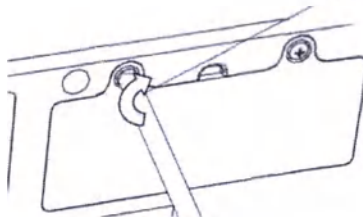
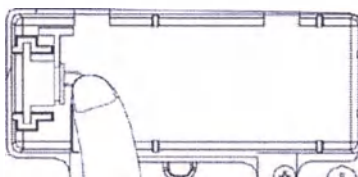

Рисунок 11.4.1 – Фиксация и демонтаж винта крышки батарейного отсека
Рисунок 11.4.3 – «Горячая замена» соединителя аккумулятора
Снимите крышку батарейного отсека, см. рис.11.4.1-11.4.2, затем подсоедините аккумулятор с помощью соединительного провода см. рисунок 11.4.3. Установите аккумуляторную батарею, и соединительный провод аккумулятора в батарейный отсек, как показано на рисунке 11.4.4, закройте крышку батарейного отсека, ввинтите самонарезающий винт по часовой стрелки в крышку батарейного отсека с помощью крестовой отвертки среднего размера, чтобы зафиксировать крышку (см. рис. 11.4.1 - 11.4.2).
- Снимите крышку батарейного отсека см. рис.11.4.1 - 11.4.2.
- Извлеките батарею, отсоедините соединительный провод от аккумулятора см. рис. 11.4.3.